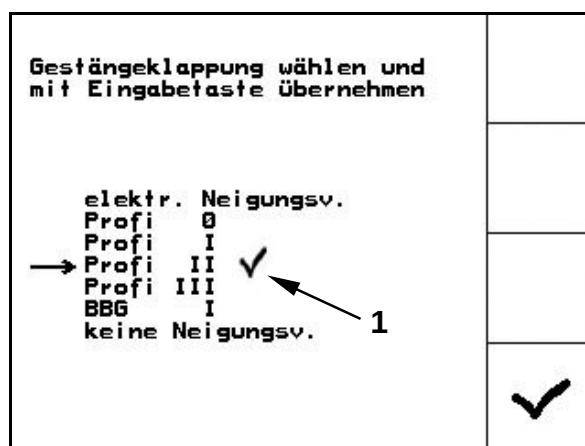

Fig. 76
- Junto al plegado de varillaje seleccionado aparece un gancho (Fig. 76/1).